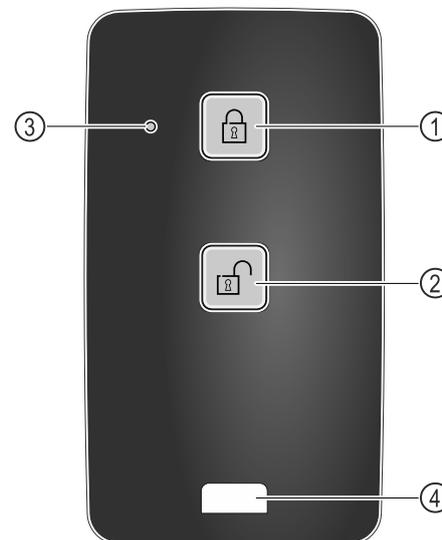

Fig. 245
- (1) Заблокировать замок
- (2) Разблокировать замок
- (3) Светодиод состояния
- (4) Крепежная проушина
- ▶ Нажмите кнопку Fig. 245 (1) на пульте дистанционного управления.
- ▶ Нажмите кнопку Fig. 245 (2) на пульте дистанционного управления.
- ▶ Светодиод состояния Fig. 245 (3) при нажатии на кнопку выдает оптический ответный сигнал.
- ▶ Проушина Fig. 245 (4) для закрепления пульта дистанционного управления, например, на связке ключей.